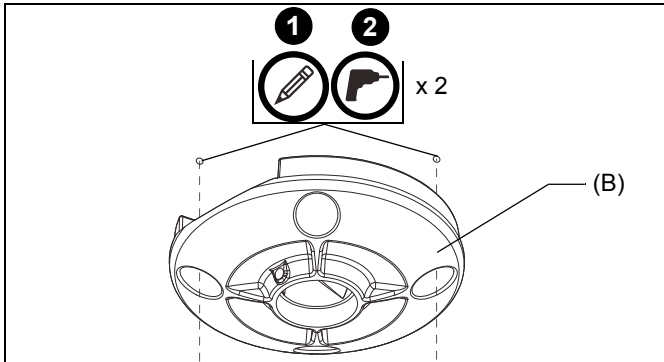

Figura 4
1. Con la placa para cielo raso (B) como guía, marque los lugares de los orificios de montaje (dos como mínimo) en el cielo raso. (Consulte Figura 4)
2. Perfore dos orificios guía (mínimo) de la siguiente manera: (Consulte Figura 4)